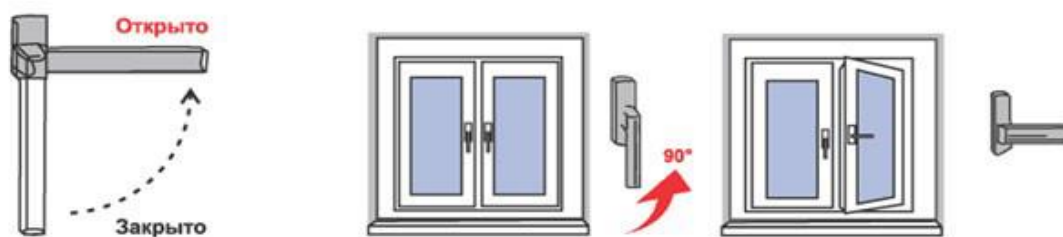

Рис. 1
1. Чтобы открыть (распахнуть) створку окна, ручку поворачивают на 90 градусов в горизонтальное положение (положение «Открыто» на Рис. 1). При повороте ручки закрытую